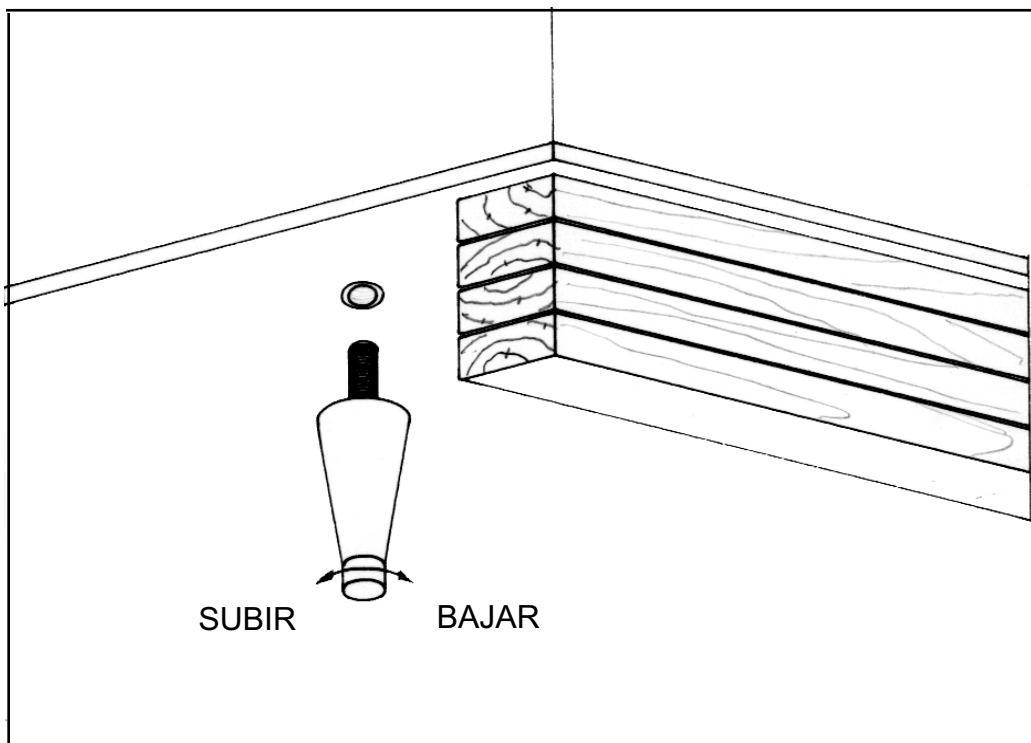

FIGURA 1
Si desea instalar patas opcionales en su nuevo modelo, la patas se pueden ajustar para su nivelación. Cada modelo CBC37, CBC50 y CBC64 dispone de cuatro agujeros de montaje para las patas en la parte inferior de la caja, y los modelos CBC95 disponen de seis agujeros de montaje para las patas. Las patas están embaladas en la caja de accesorios de las que se deben retirar e instalar en la parte inferior de la caja del gabinete (vea la figura 1). Para instalar las patas, incline hacia atrás el gabinete con cuidado agregando cuatro (4) bloques de madera de 2" debajo y simplemente atornille los espárragos roscados de las patas en los agujeros delanteros de la parte inferior de la caja. Repita este procedimiento al inclinar el gabinete en el sentido opuesto e instale las patas restantes.